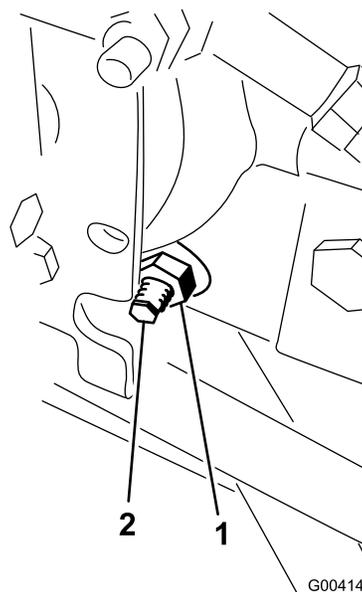

Figura 70
3. No lado direito do hidrostato, solte a porca de bloqueio no excêntrico de ajuste da tracção (Figura 70).